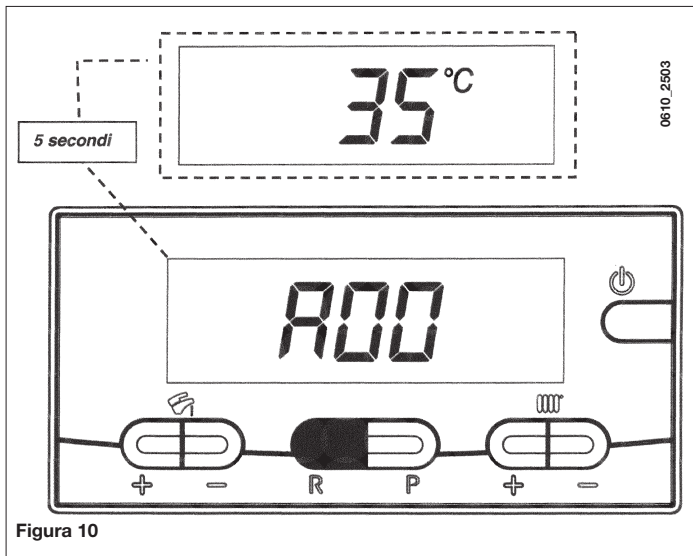

Figura 10
- Tenere premuto il tasto **R** per circa 6 secondi. Quando la funzione è attiva il display visualizza la scritta "A00" (... "A09") che si alterna al rispettivo valore (figura 10);